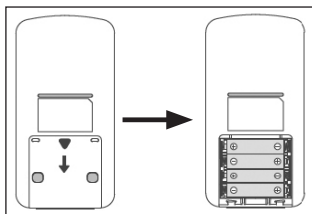

Fig. 1
- Abra la tapa del compartimento de las pilas situado en la parte inferior del aparato (véase Fig. 1). Introduzca las pilas (véase el capítulo 14 Datos técnicos). Compruebe que se introducen con la polaridad correcta ("+" y "-"). Cierre el compartimento de las pilas. Ajuste la fecha y la hora como se describe a continuación.